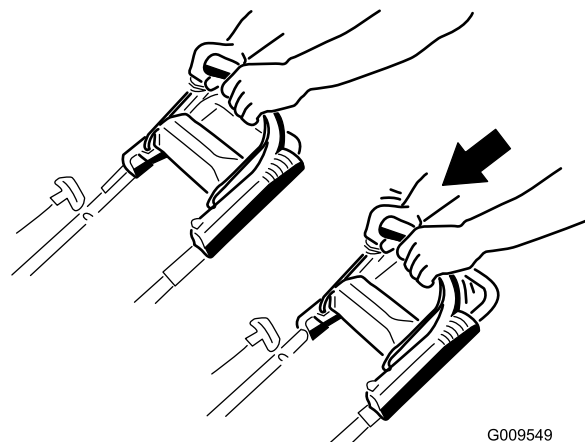

**Figura 18**
2. Tirate l'avvitatore autoavvolgente (Figura 18).
**Nota:** Quando utilizzate l'avvitatore autoavvolgente, tiratelo leggermente fino ad avvertire una certa resistenza, poi date uno strappo (Figura 18). Lasciate che il cordino si riavvolga nell'avvitatore lentamente.